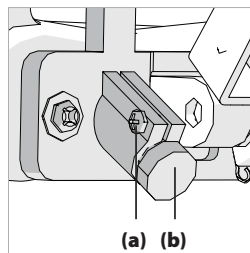

Fig. 6
- Suelte el tornillo de fijación (**Fig. 6, a**)
- Gire cuidadosamente el módulo láser, (**Fig. 6, b**) hasta que la línea esté en paralelo con las marcas del cartón.